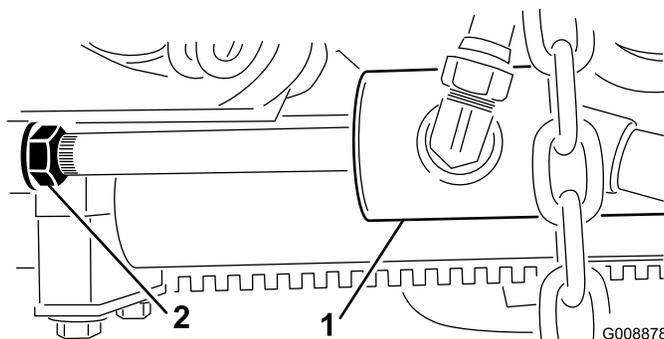

**Figura 11**
- A. Solte os parafusos de bloqueio (Figura 11).